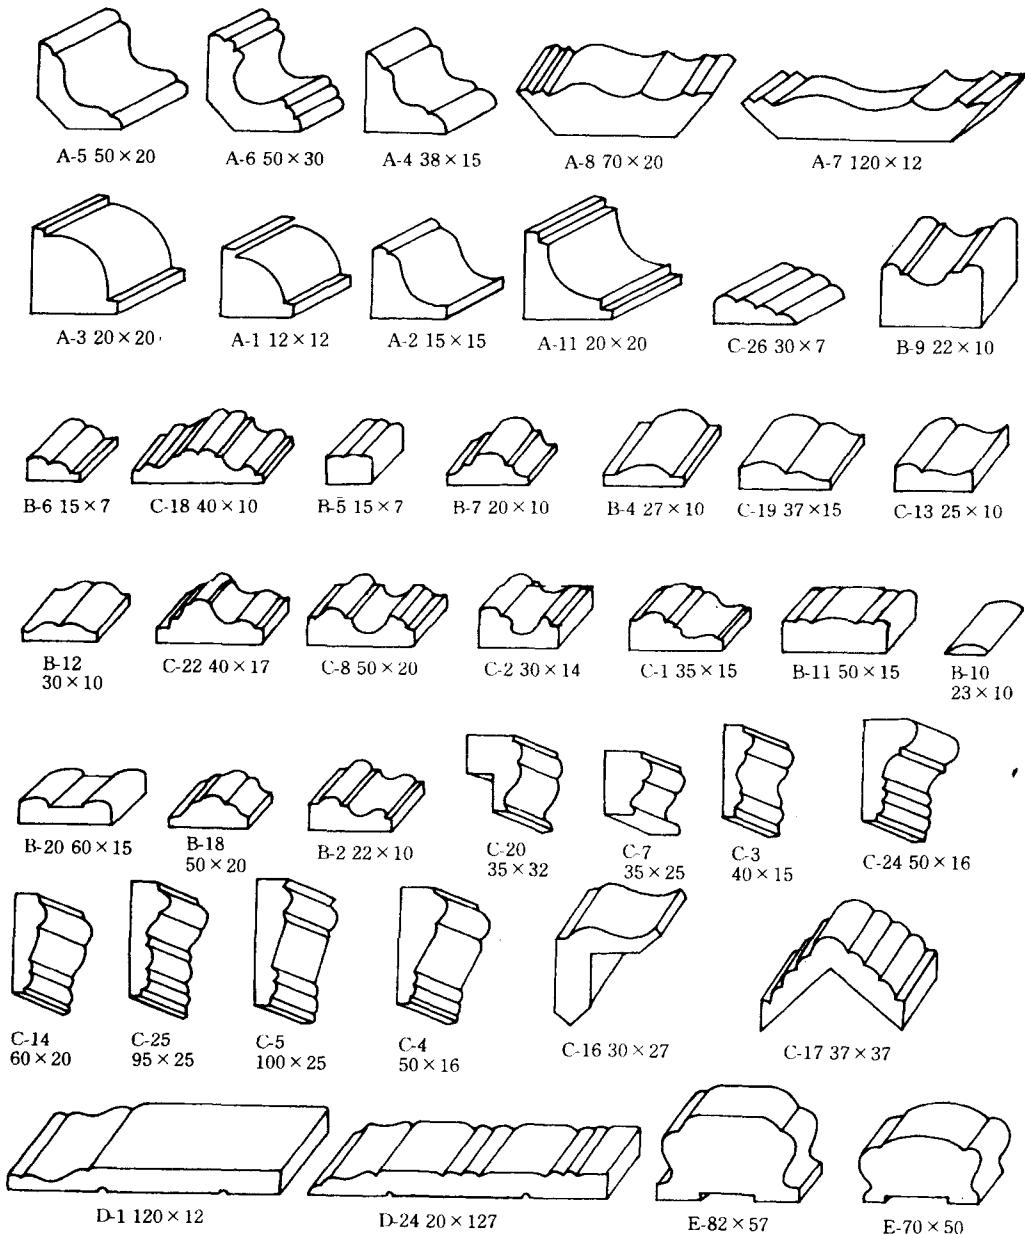
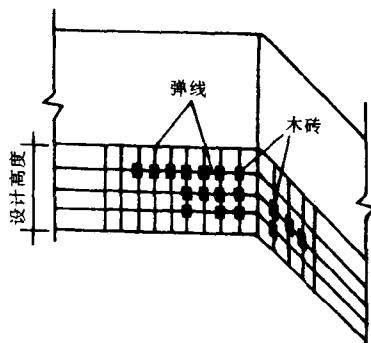
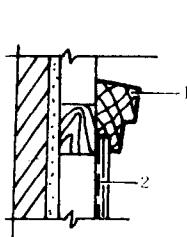
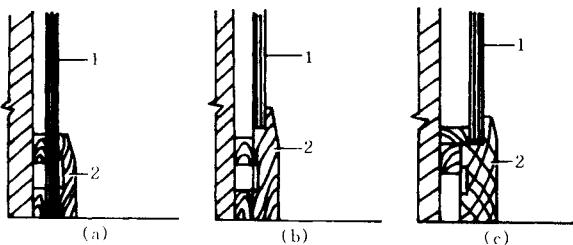

图1-2 各种压条与装饰线条
图 1-3 墙面弹线,加木砖
图 1-11 压条的处理
图 1-12 护墙板与踢脚板交接处做法
③ 装饰线与压条。用于墙裙上部装饰造型,压条线形式很多,如图 1-2 所示。从材质上分,可分硬杂木条、白木条、水曲柳木条、核桃木线、柚木线,桐木线等,长度在 2~5m。从用途上分,可分墙裙压条、墙裙面板装饰线、顶角线、吊顶装饰线、踢脚板、门窗套装饰线(在后面门窗装饰套重点介绍)等。
④ 冷底子油和油毡,用于防潮层。
⑤ 钉木骨架和面板的钉子。
(2) 工具准备。护墙板施工的主要工具有:刨子、磨石、榔头、手锯、扁铲、方尺、粉线包、裁口刨等。
(3) 作业条件。在施工前,需检查墙面基层质量,合格后方可施工。
① 抹灰墙面已干燥,含水率在 8%~10% 以下,墙面应平整。
② 干燥后涂刷冷底子油,并贴上油毡防潮层。
(4) 施工方法。
① 弹线,检查预埋件。根据施工图上的尺寸,先在墙上划出水平标高,弹出分档线。根据线档在墙上加木橛或预先砌入木砖。木砖(或木橛)位置应符合龙骨分档尺寸。木砖的间距,横竖一般不大于 400mm,如木砖位置不适用可补设,见图 1-3。
护墙板顶部要拉线找平,钉木压条。木压条又称压顶条,样式很多,见图1-2。在铺钉木压条时,要挑选规格尺寸一致、木纹和颜色近似的钉在一起,压条的贴压处理方法见图1-11。图1-12示出了护墙板与踢脚板交接处的拼接方法。